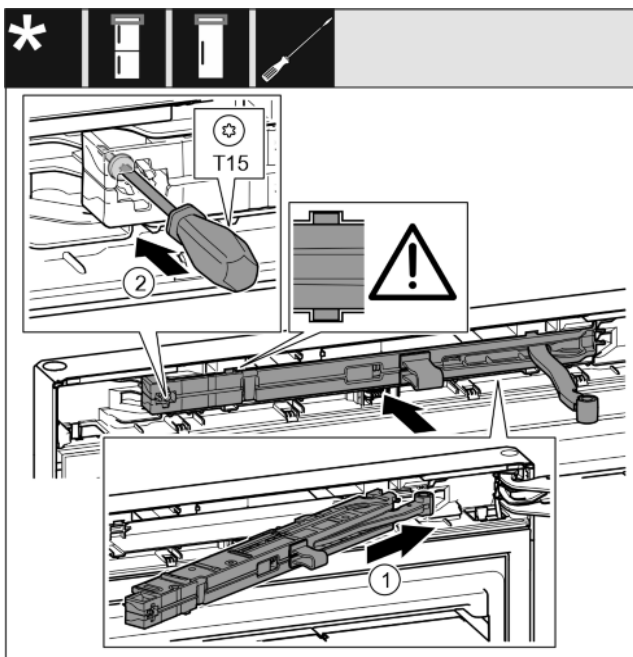

Fig. 38
- ▶ Jednotku tlumiče zavírání na straně stojanu ložiska zasuňte až na doraz šikmo do vybrání. Fig. 38 (1)
- ▶ Šroubovákem T15 pevně utáhněte šroub. Fig. 38 (2)